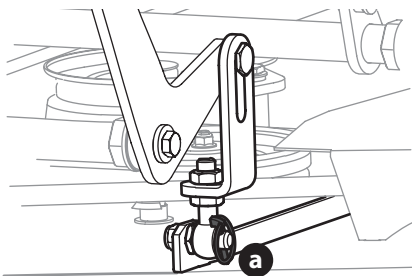

Fig. 58
4. Extraiga los cuatro pasadores lynch (a) que aseguran la plataforma al conjunto de elevación (Fig. 58).